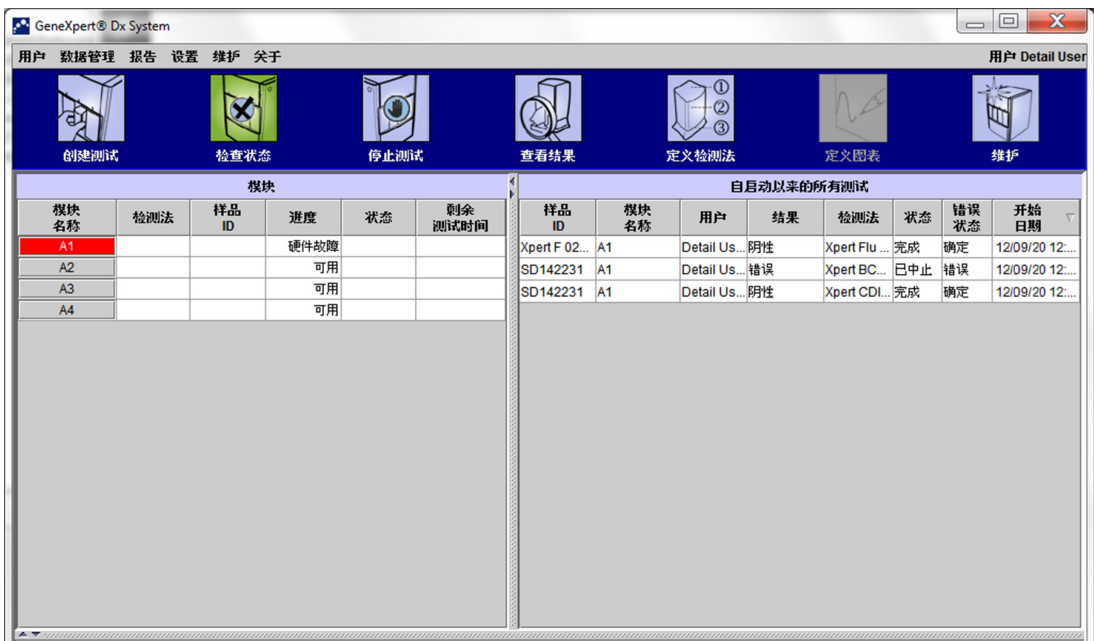
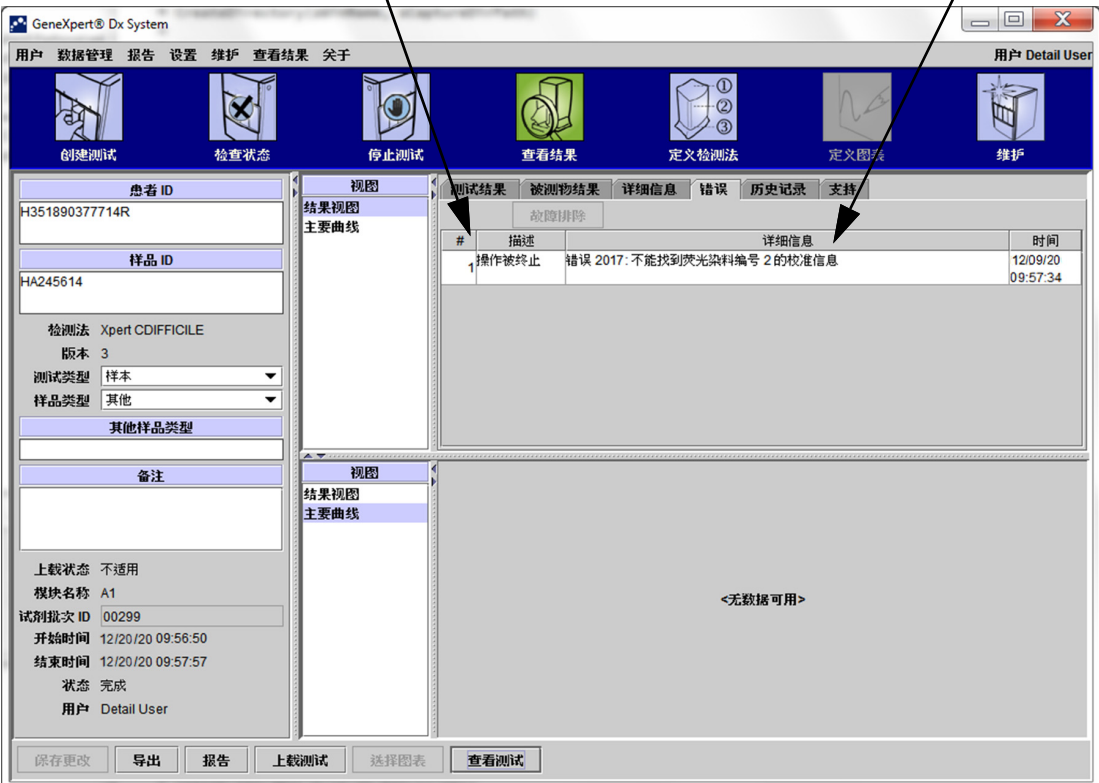

图 9-40. GeneXpert Dx System – “检查状态”窗口
图 9-41. GeneXpert Dx System – “查看结果”窗口 – “错误”选项卡 (Detail 用户和管理员视图)
- 第 9.19.2.5 节，运行后分析错误 — 数据浓缩过程中发生的错误。在“检查状态”窗口中可查看所有这些错误（参见图 9-40）。特定-测试错误的详细信息另请参阅“查看结果”窗口的**错误**选项卡（参见图 9-41）。
表 9-3 列出了在没有异常中止的测试过程中可能出现的错误。虽然系统能够完成测试并保存结果，但是有一些非关键性错误发生，需要引起注意。这些错误消息会出现在“查看结果”窗口（参见图 9-41）中。要联系 Cepheid 技术支持，请参阅“前言”中的“技术协助”部分，以了解联系信息。
表 9-4 列出了测试被中止时可能会出现的错误。操作终止错误消息出现在 “ 查看结果 ” 窗口中。参见图 9-41。要联系 Cepheid 技术支持，请参阅 “ 前言 ” 中的 “ 技术协助 ” 部分，以了解联系信息。
表 9-5 列出了样品匣加载过程中可能出现的错误。样品匣加载错误消息出现在“检查状态”窗口内。参见图 9-40。
表 9-6 列出了在自检过程中可能会出现的错误。自检错误信息显示在“检查状态”窗口内。参见图 9-40。要联系 Cepheid 技术支持，请参阅“前言”中的“技术协助”部分，以了解联系信息。
表 9-7 列出了运行后分析（数据浓缩）过程中可能会出现的错误。运行后分析错误消息出现在“查看结果”窗口（参见图 9-41）内。要联系 Cepheid 技术支持，请参阅“前言”中的“技术协助”部分，以了解联系信息。